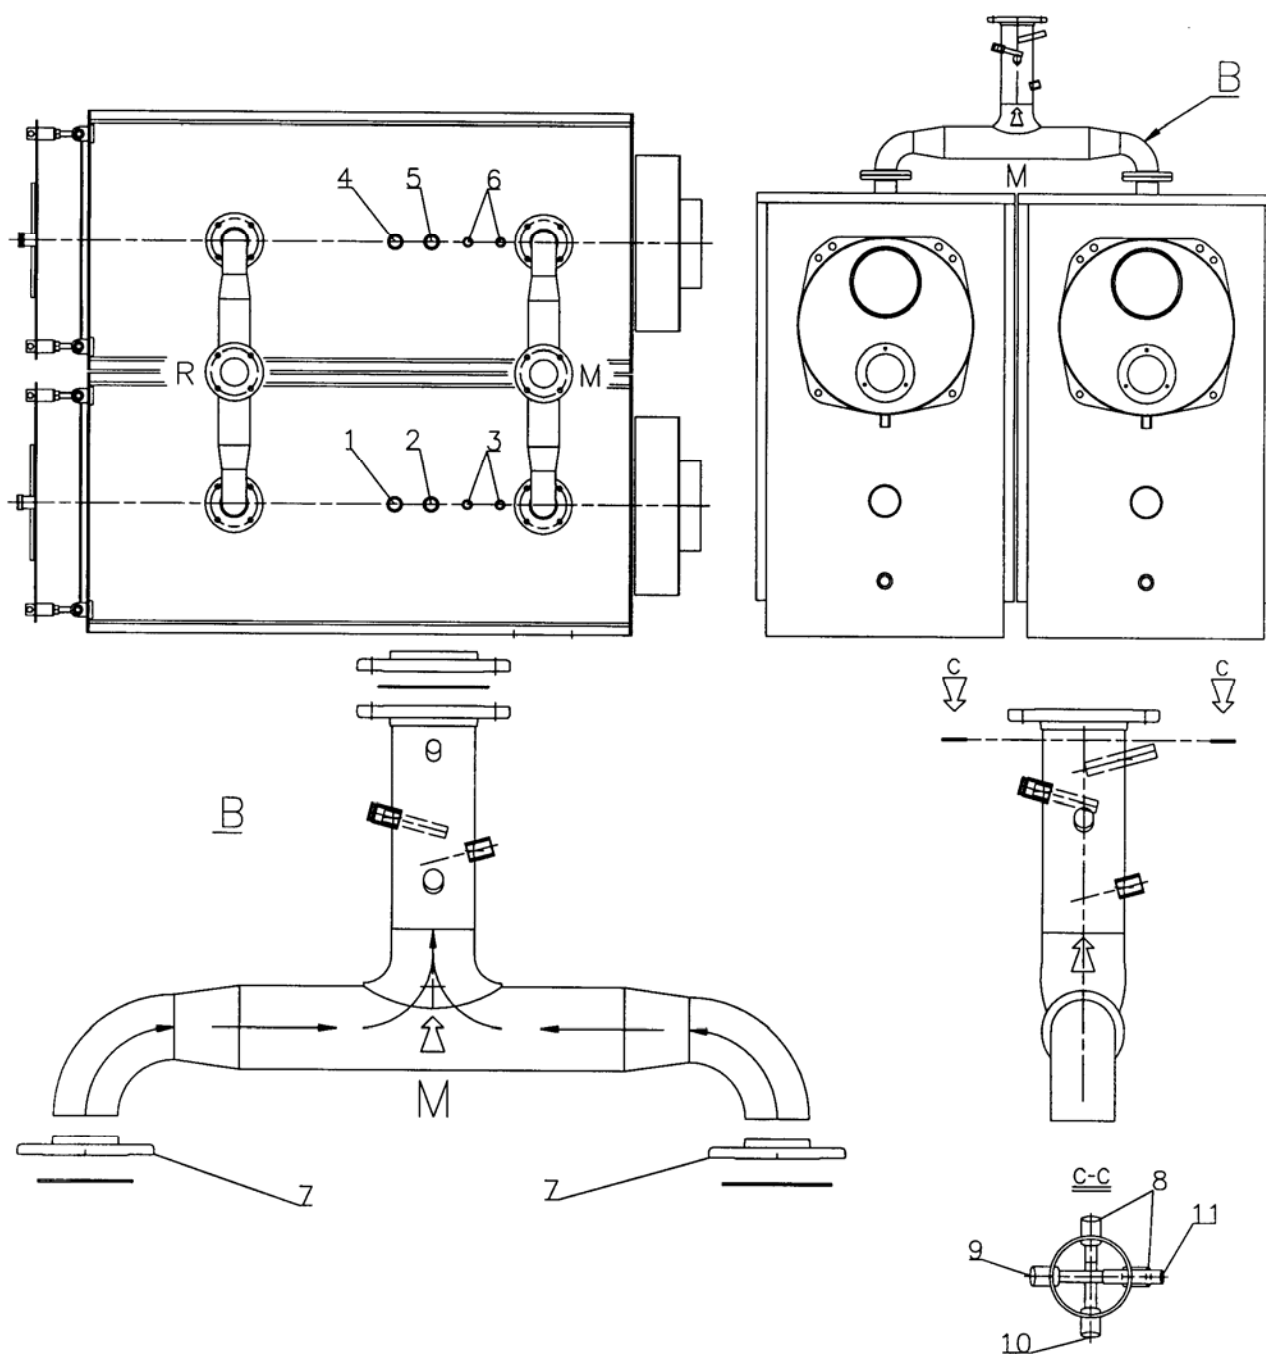

Fig. 2
3.2.2 РАСПОЛОЖЕНИЕ ПРИБОРОВ DUAL BT/DUAL GRX/DUAL GRX.e (Рис. 2)